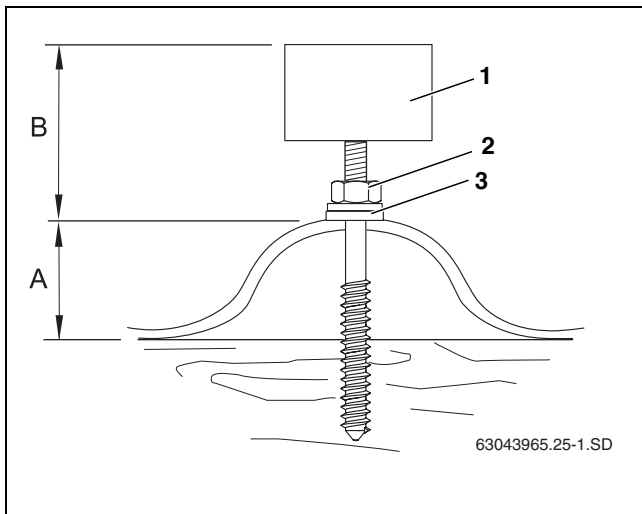

Рис. 23 Порядок установки шпильки
При заворачивании следите за тем, чтобы размер B (таб. 7 и рис. 23) был одинаковым у всех шпилек.
► Затяните гайку (рис. 23, [2]) до полного прилегания к крыше уплотняющей шайбы (рис. 23, [3]).